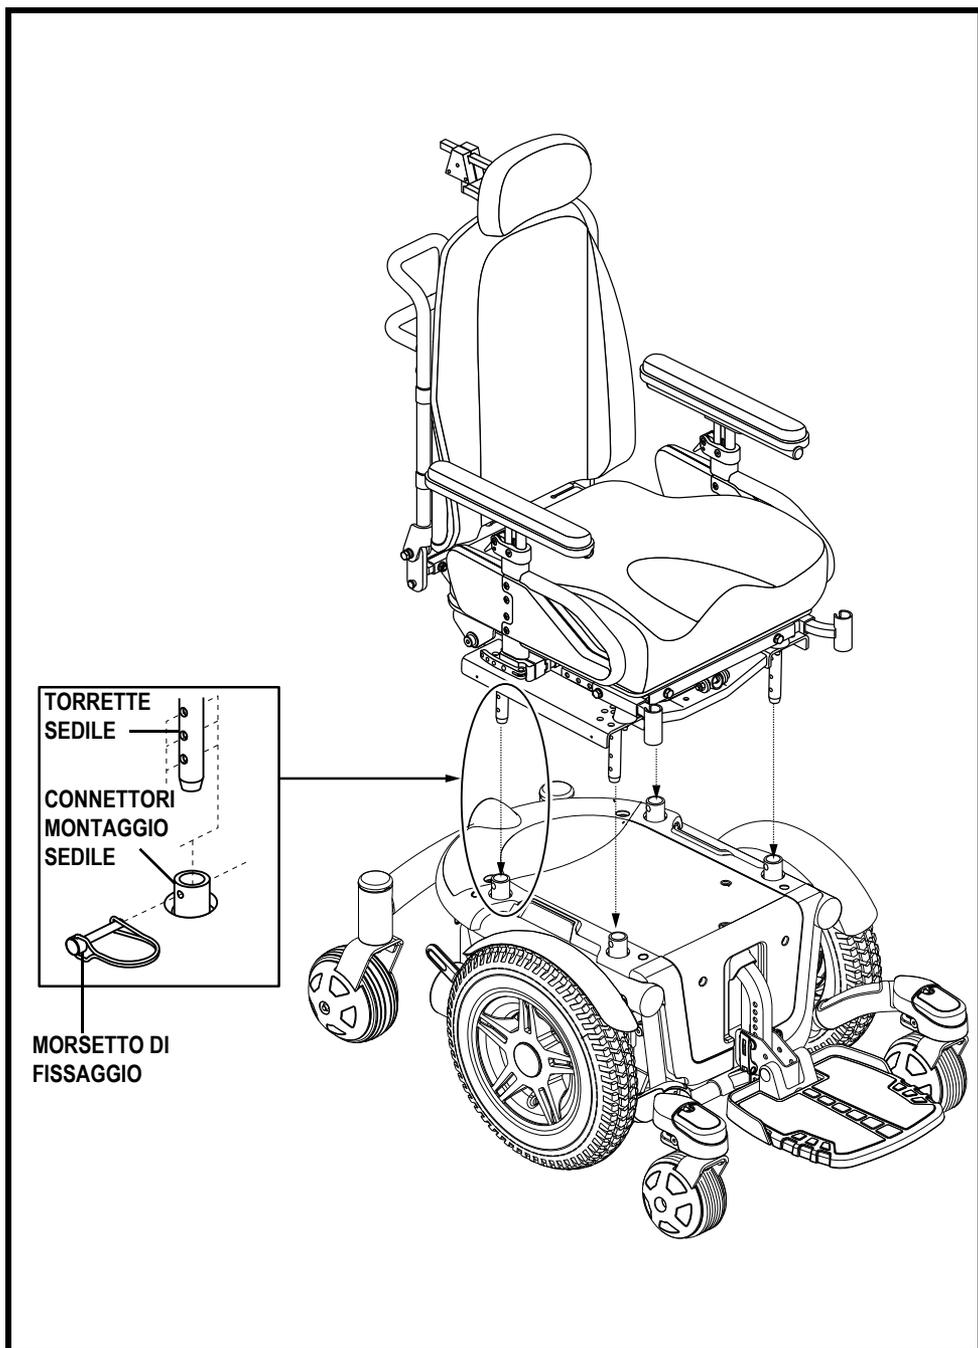

Figura 2. Regolazione altezza e angolazione del sedile
1. Rimuovere il perno di fissaggio da ciascuno dei quattro connettori di montaggio del sedile. **Vedere figura 2.**